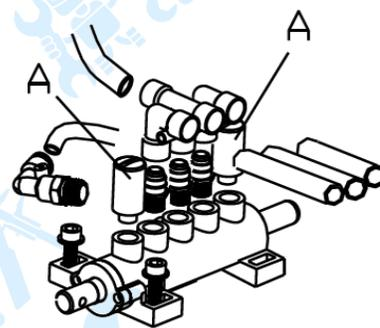

Рис. 13
4. Если монтажная головка приподнимается на 2-3 мм автоматически от края обода, отрегулируйте с помощью болт «X» (как показано на рис.13)